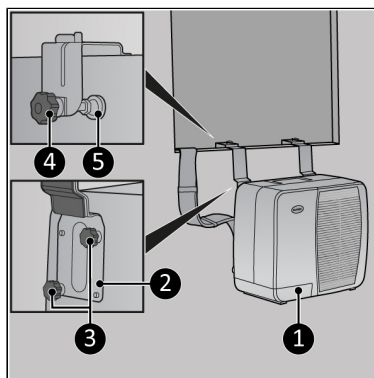

Figure 135.
1. Fest de øverste campingvognbrakettene (Figure 135, pos. 2) på utendørsenheten (Figure 135, pos. 1) ved å stramme til de to skruene på hver brakett (Figure 135, pos. 3).
2. Heng utendørsenheten (Figure 135, pos. 1) fra ønsket vindu, og sørg for at innendørsenheten er forsvarlig plassert på et bord eller en sofa.
3. Stram til justeringsbolten (Figure 135, pos. 4) på brakettet. Kontroller at trykkskiven (Figure 135, pos. 5) er plassert vertikalt.